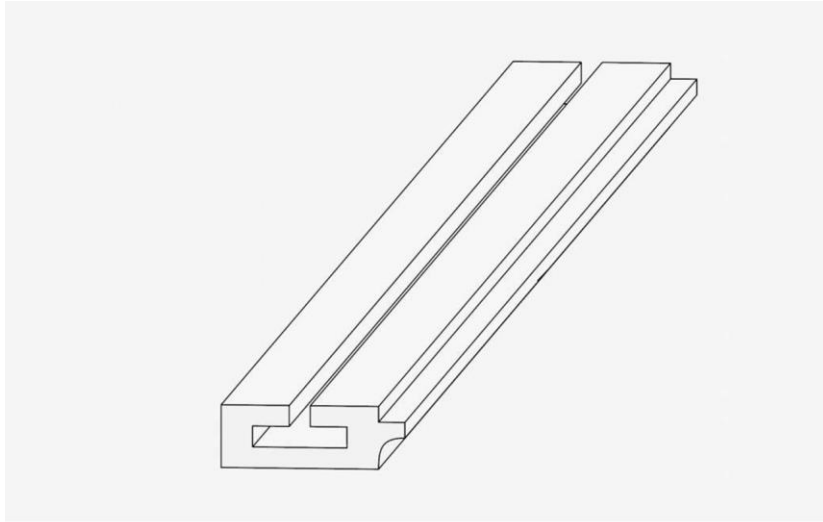

Fig. 3
- fig. 3 przedstawia w widoku perspektywnym listwę sufitową w formie otwartego prostopadłościanu z bocznym występem;
W kolejnej odmianie przedstawionej na fig. 3 listwa sufitowa ma postać wydłużonego prostopadłościanu otwartego od góry z wysuniętym występem z jednego dłuższego boku. W widoku z boku ma kształt zbliżony do ceownika z bocznym występem na całej długości dłuższego boku.